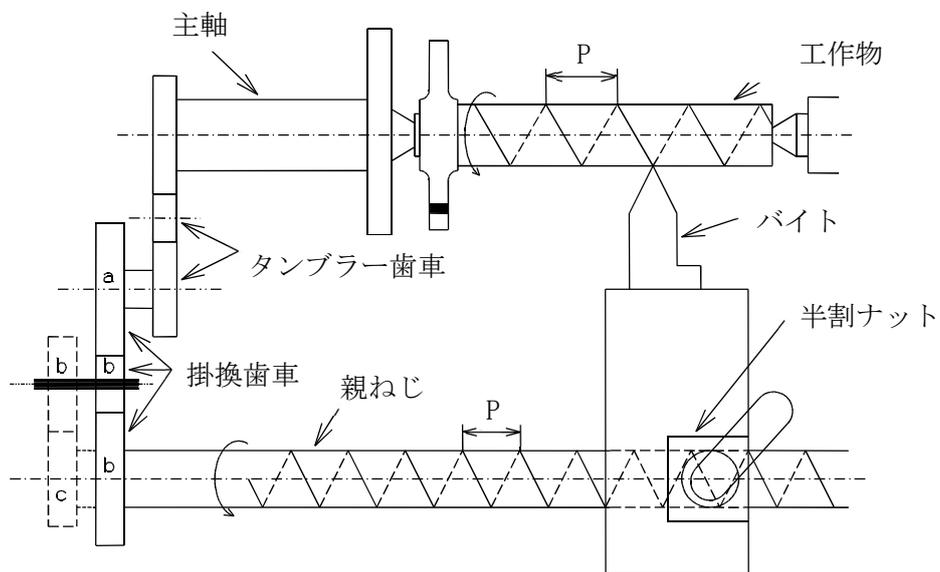

図 7.2 ねじ切りにおける歯車のかみ合図
ねじ切りを行うには工作物と工具との相対位置を所定の状態に保つ必要がある。このため、図 7.2 に示すように、工作物と親ねじの回転数の比を一定にし、親ねじにより工具を送る。メートルねじ¹⁾を加工する場合のねじ切り送り量を表 7.3 に示す。例えば、P:ピッチ²⁾1.5mm のねじを切るときには、まず、掛換歯車を表 7.3 の左方の該当する状態(主軸歯車:27 枚歯、中間歯車:111 枚・93 枚歯、親ねじ歯車:57 枚歯)にし、送り、インチ、メートルねじ切換レバー(図 7.1⑤)をねじ切りにする。次に、送り速度変換ノブ(図 7.1⑥)を「B」の位置に、送り速度変換ノブ(図 7.1⑦)を「5」の位置にする。